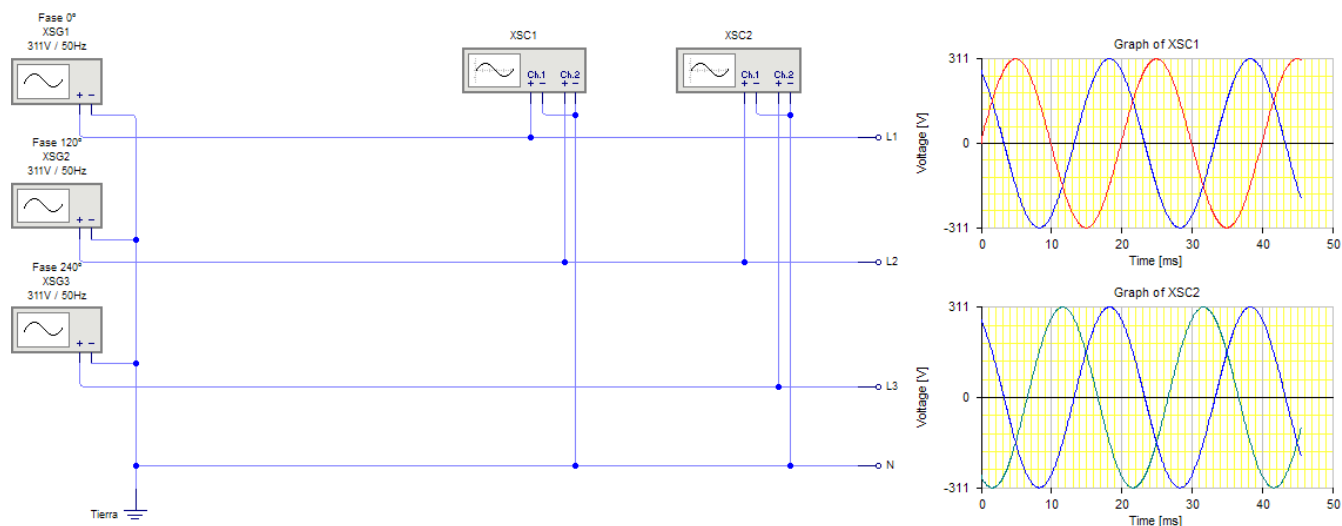

Fig. 2: Simulación de generación trifásica con funciones GF – Tensión Simple - V_s
3.- Implementar en el simulador un generador trifásico a partir de la conexión en estrella de tres generadores de funciones (signal generator - GF) que generen una onda senoidal de 220V 50 hz desfasados 120° entre sí. Conectar los canales de osciloscopios entre cada línea y el neutro para apreciar la onda simulada, medir la tensión simple de una línea y el Angulo de desfase entre dos líneas. Presentar los resultados de la simulación y la medición. Como se muestra en la Fig. 2.